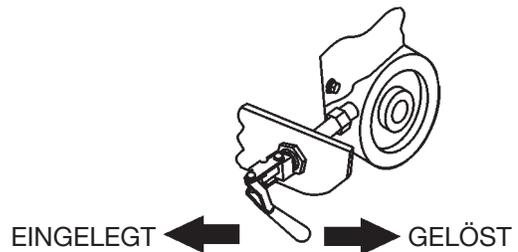

Abb. 37. Radbremse
2. Radbremsen lösen: Hebel nach **OBEN** ziehen (Abb. 37).
- Die Hebel der Radbremsen nach unten drücken, um die Räder festzustellen (Abb. 37).
6. Die Trennscheibe langsam durch Drehen der **Stellkurbel IM UHRZEIGERSINN** absenken (Abb.37). Wenn die Kurbel den Anschlag erreicht, befindet sich die Trennscheibe in der maximalen zulässigen Tiefe.